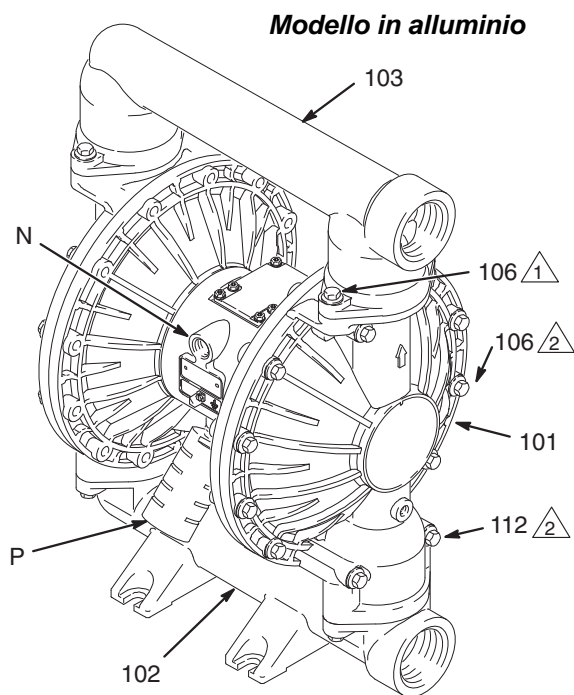

FIG. 3
- La pompa è molto pesante. Se deve essere spostata, va sollevata da due persone che l'afferrino saldamente per i collettori (103). Consultare FIG. 3 a pagina 10.